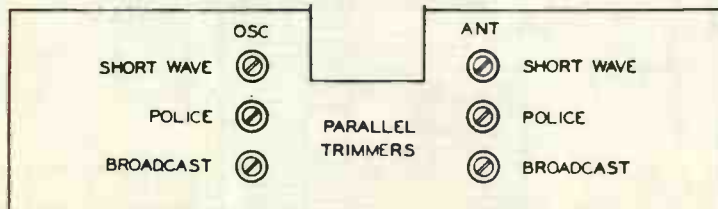

FIG. 4
- (d) Adjust the oscillator parallel trimmer (P. Band) for maximum output. (Fig. 4).